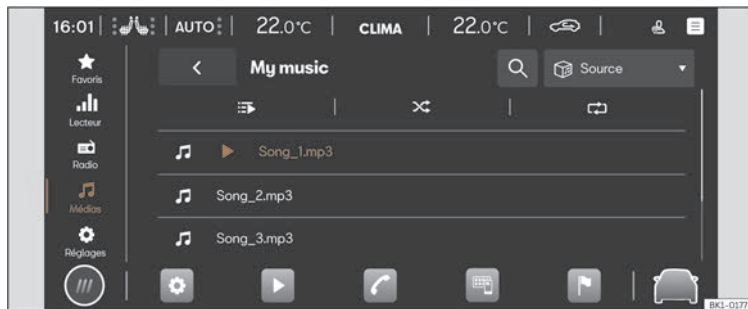

Fig. 164 Représentation schématique : Vue Multimédia.
- Appuyez sur **HOME** > ► > **fig. 164**.